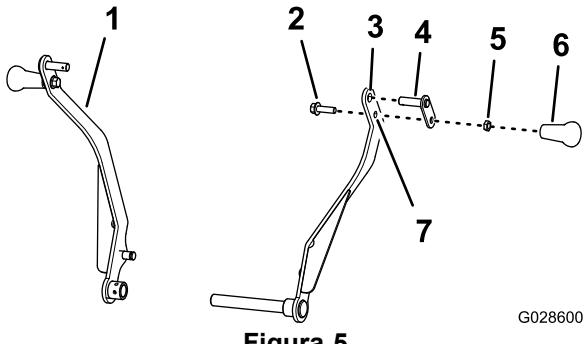

Figura 5
- Monte o pino de articulação através do orifício superior no braço da cavidade (Figura 5).
- Coloque o parafuso (3/8 x 1-1/4 pol.) através do orifício inferior no braço da cavidade e o retentor do pino de articulação (Figura 5) com a porca de bloqueio (3/8 pol.) e aperte bem a porca com 15 a 17 N·m.
- Enrosque o manípulo no parafuso (3/8 x 1-1/4 pol.) e aperte bem o manípulo contra a porca à mão (Figura 5).
- Repita os passos 1 a 4 para o outro braço da cavidade (Figura 5).